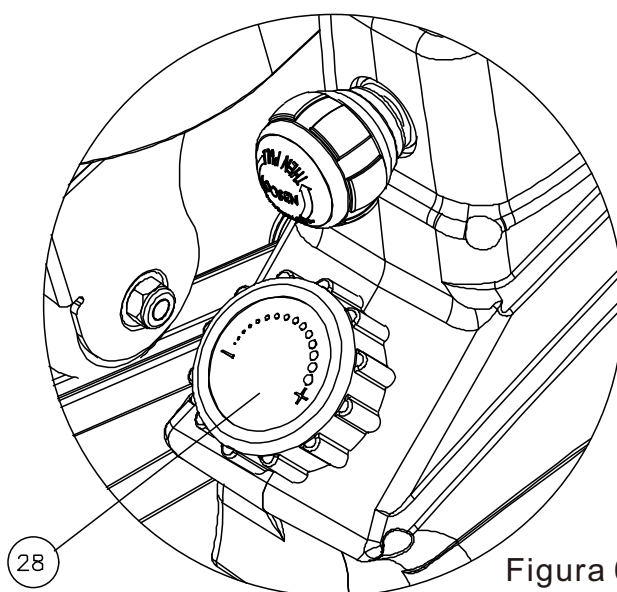

Figura 6
6. L'entità della resistenza può essere regolata ruotando i pulsanti "+" e "-" sul regolatore di velocità a 28 passi a sinistra e a destra. Come mostrato nella Figura 6: